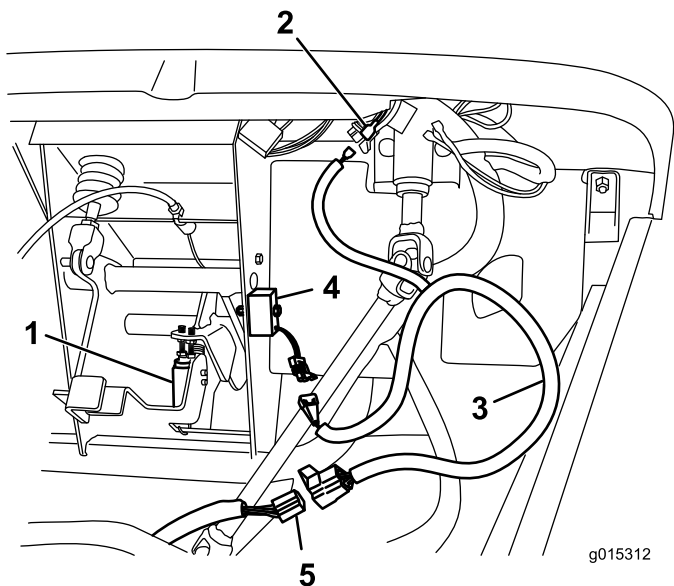

Figura 1
1. Sujete el módulo de arranque eléctrico al bastidor del conjunto del pedal con un perno (1/4" x 1-3/8") y una tuerca con arandela prensada (1/4"), según se muestra en Figura 1.
2. Desconecte el conector de arnés de cables existente del interruptor del pedal (Figura 1).
3. Localice el arnés delantero del arranque eléctrico (Figura 1) entre las piezas sueltas.
4. Conecte el arnés delantero del arranque eléctrico al módulo de arranque eléctrico con el conector correspondiente, y conecte el otro extremo al conector del arnés existente (Figura 1).
5. Localice entre el cableado existente el cable etiquetado Key Start (arranque eléctrico) (Figura 1).
6. Conecte el cable del arranque eléctrico del arnés de cables delantero del arranque eléctrico al cable etiquetado del vehículo (Figura 1).